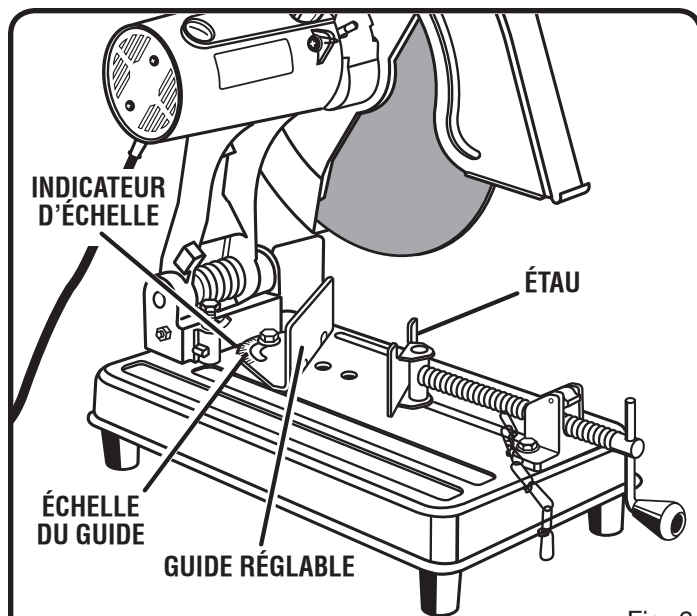

Fig. 6
Voir la figure 6.
Voir les figures 6 et 7.
- Ceci bloque le guide sur l'angle désiré. Voir la figure 6.